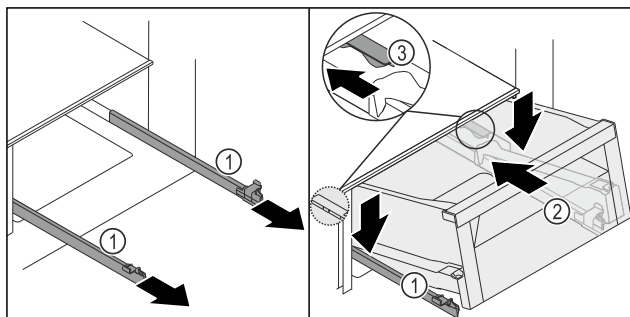
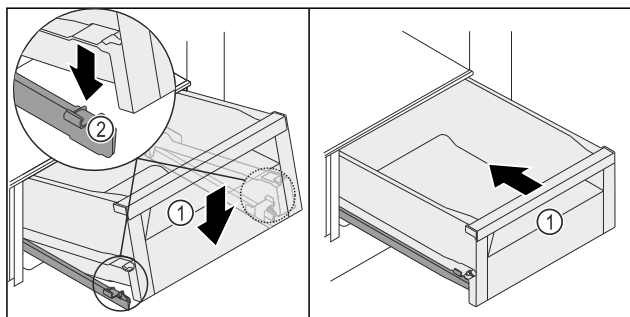

Fig. 211
Fig. 212
- Čvrsto držite vodilice Fig. 211 (1) i postavite ladicu Fig. 211 (2) odozdo iza zaustavljača Fig. 211 (3) na vodilice Fig. 211 (1).
- Ladicu Fig. 211 (2) na vodilicama Fig. 211 (1) gurnite prema natrag do graničnika.
- Spustite ladicu Fig. 211 (2) sprijeda tako da ladica lijevo i desno uklizne u stezaljku Fig. 212 (2).
- Ladica Fig. 212 (1) se čujno uglavljuje.
- Ugurajte ladicu Fig. 212 (1).